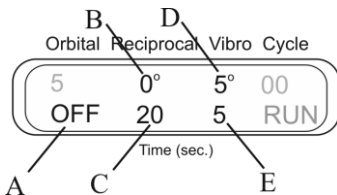

Fig. 7.
Réglez la vitesse (A) (1 - 100 tpm) et la durée (B) (1 - 250 s) du mouvement par rotation orbitale 3D. Réglez l'angle de rotation (C) (0 - 360 °) et la durée (D) (1 - 250 s) du mouvement par réciprocité 3D. Réglez l'angle du mouvement par vibrations 3D (E) sur zéro. Réglez la durée du mouvement par vibrations 3D (F) (1 - 5 s) ; cela correspond à la durée de la pause. Voir Fig.7.